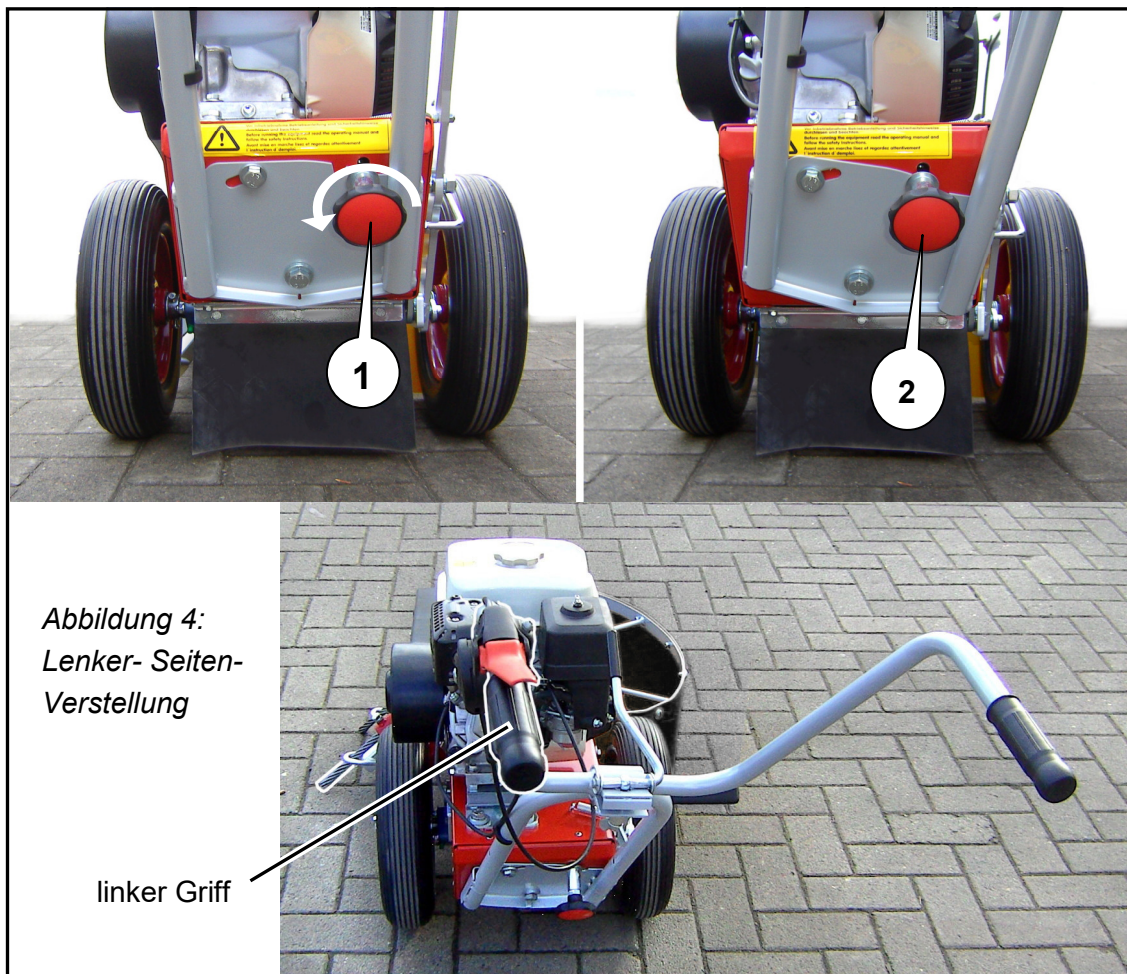

Abbildung 4:
- ⇒ Lösen Sie die Knaufschraube an der Lenkerbasisplatte (Abb. 4; Pos. 1).